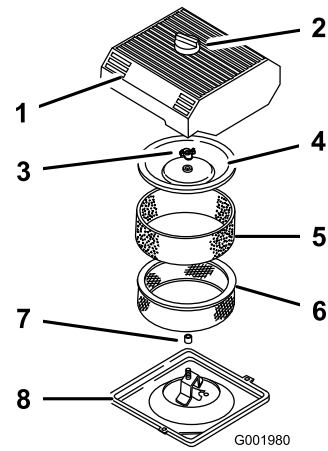

図 47
3. エアクリーナを外したときエンジン内部に異物が入らないよう、周辺をきれいに拭く（図 47）。
4. エア・クリーナのカバーのノブをゆるめてカバーを外す（図 47）。
5. ペーパー・エレメントからスポンジ・エレメントを注意深く取り外す（図 47）。
6. カバー・ナットを外し、カバーとペーパー・エレメントを外す（図 47）。
1. ペーパー・エレメントにスポンジ・エレメントを注意深く取り付ける(図 47)。
3. カバー・ナットを取り付けて指締めする(図 47)。
4. エア・クリーナーのカバーとノブを元通りに取り付ける(図 47)。